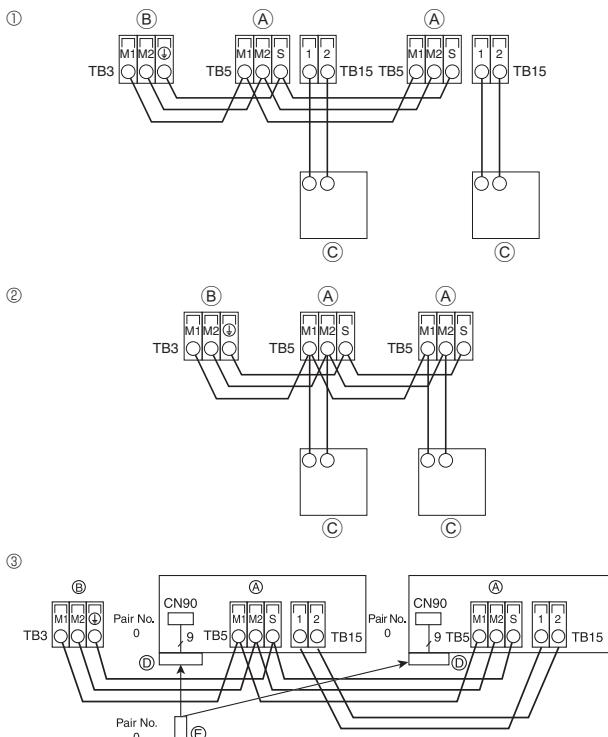
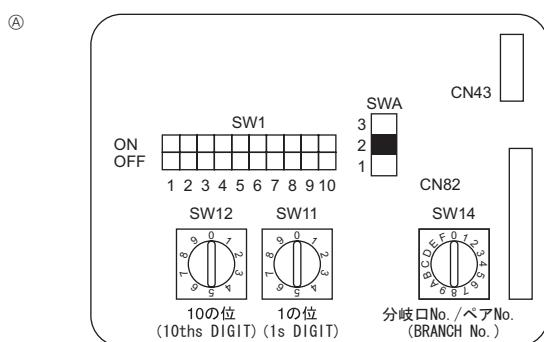

Рис. 6-3
Рис. 6-4
6.4. Подсоединение пульта дистанционного управления, кабелей передачи внутри и снаружи (Рис. 6-3)
- ① Пульт дистанционного управления "MA"
- ② Подсоедините "1" и "2" на TB15 внутреннего блока кондиционера к Пульт дистанционного управления "MA". (Неполяризованный 2-жильный кабель)
- ③ Между 1 и 2 постоянный ток 9 - 13 В (Пульт дистанционного управления "MA")
- ④ Пульт дистанционного управления "M-NET"
- ⑤ Подсоедините "M1" и "M2" на TB5 внутреннего блока кондиционера к Пульт дистанционного управления "M-NET". (Неполяризованный 2-жильный кабель)
- ⑥ Между M1 и M2 постоянный ток 24 - 30 В (Пульт дистанционного управления "M-NET")
- ⑦ Беспроводной пульт дистанционного управления (в случае установки приемника беспроводных сигналов)
- ⑧ Подключите провод беспроводного приемника (9-жильный провод) к разъему CN90 платы контроллера внутреннего блока.
- ⑨ Если беспроводной пульт используется для одновременного управления более чем двумя блоками, подключите к каждому из них TB15 с соответствующим номером.
6.5. Установка адресов (Рис. 6-4)